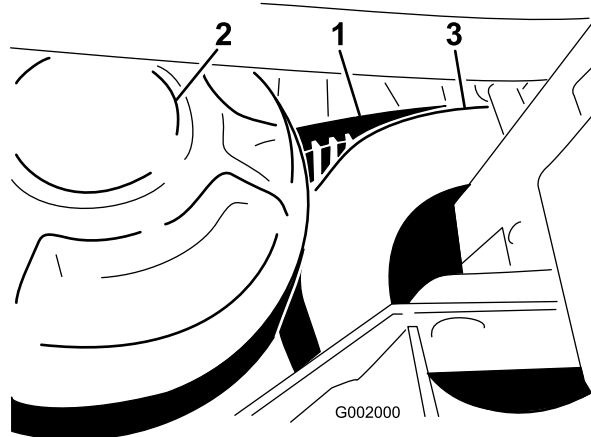

Figura 63
1. Haga girar la correa y llévela sobre el embrague secundario (Figura 63).